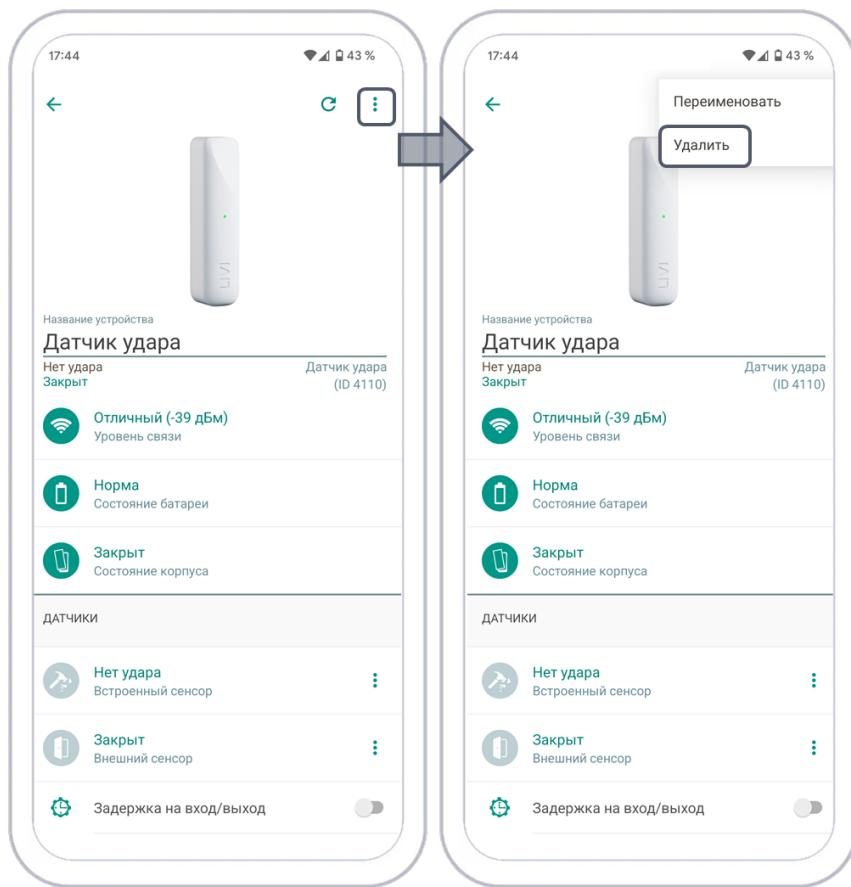

Рисунок 14.1 – Удаление радиоустройства в приложении
1. В приложении на экране настройки радиоустройства (см. рисунок 14.1).